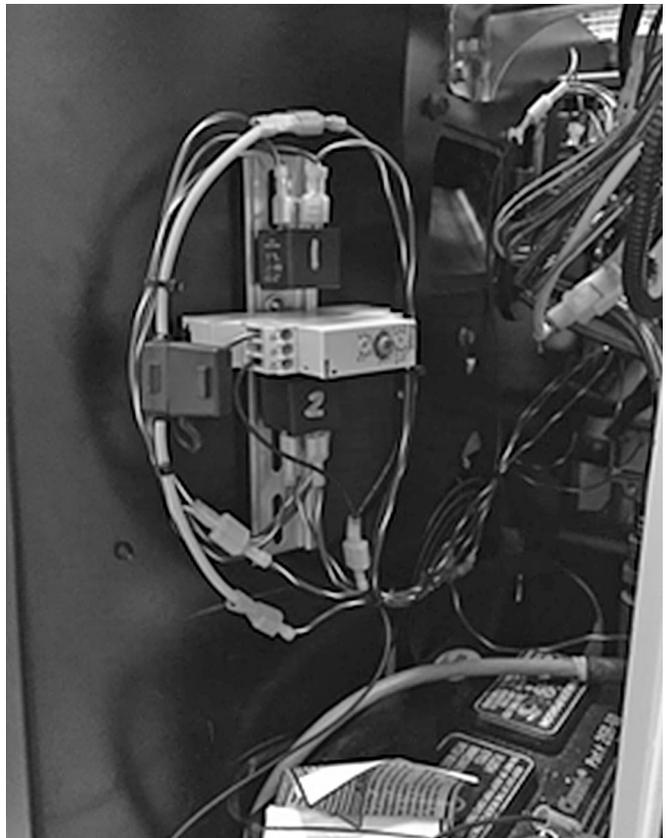

Figura 3-4.
5. Cablee los relés y el temporizador de acuerdo con el diagrama de cableado (vea la Figura 3-4 y el cuadro).